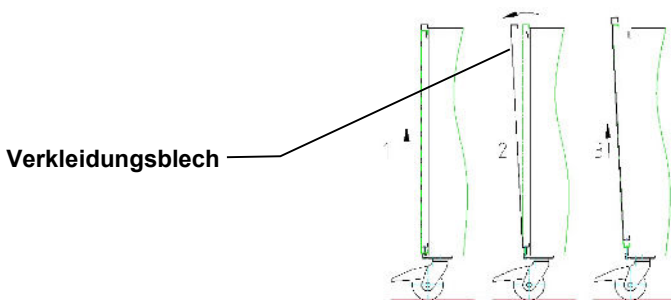

Abb. 8: Abnahme des Verkleidungsblechs
(Verkleidungsblech ist schon entfernt, siehe Abb.8)
4. Entfernen Sie das stirnseitige Verkleidungsblech (siehe Abb.8)